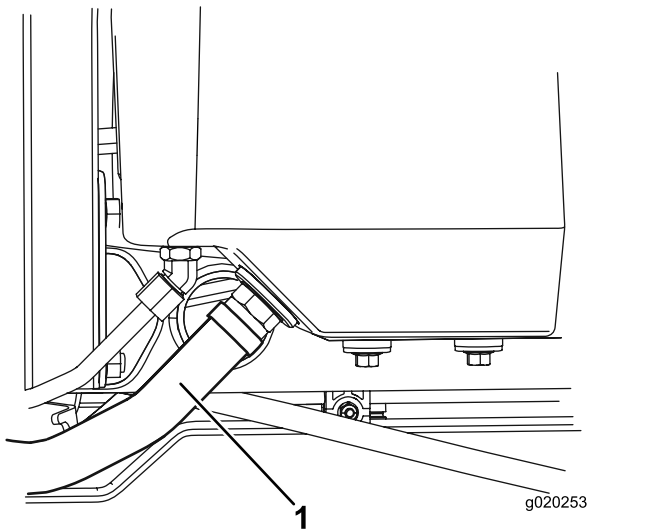

Figure 79
2. Débranchez le gros flexible hydraulique (Figure 79) du réservoir et faites couler le liquide hydraulique dans un bac de vidange.